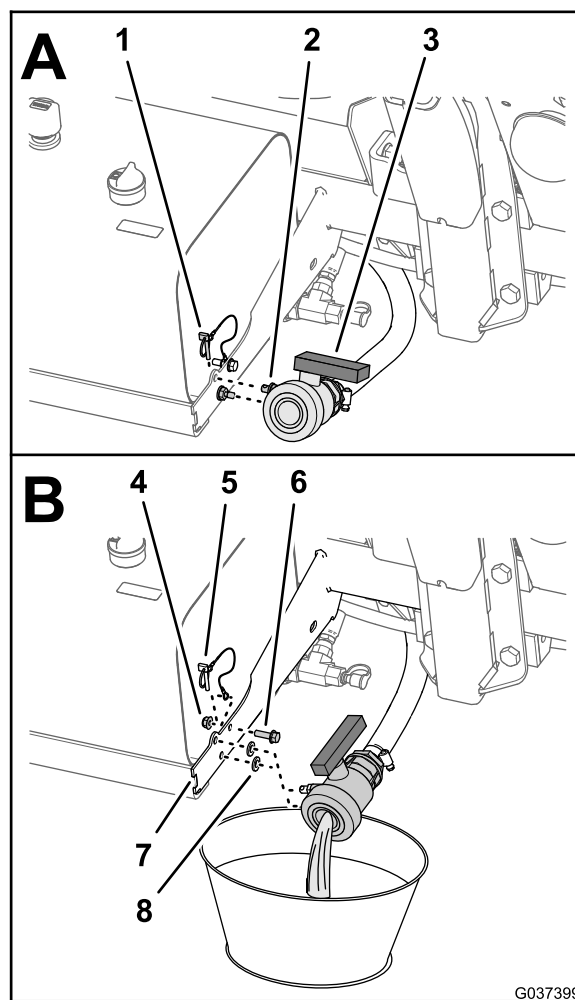

Bild 2
3. Lassen Sie das Wasser aus dem Sprühbehälter (Bild 2) ab; weitere Informationen finden Sie unter „Reinigen des Sprühfahrzeugs“ in der *Bedienungsanleitung* für die Maschine.
4. Entfernen Sie die Bundkopfschraube (5/16" x 1") und die Sicherungsbundmutter (5/16"), mit denen das Kabel des Klapsteckers an der Stütze des Hydraulikbehälters befestigt ist (Bild 2).